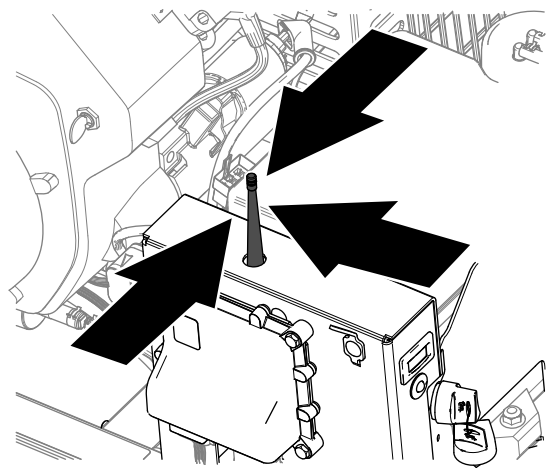

Figura 39
3. Sujutando el control remoto, colóquese cerca del módulo de control inalámbrico en una zona que tenga una línea visual ininterrumpida hasta la antena (Figura 39).